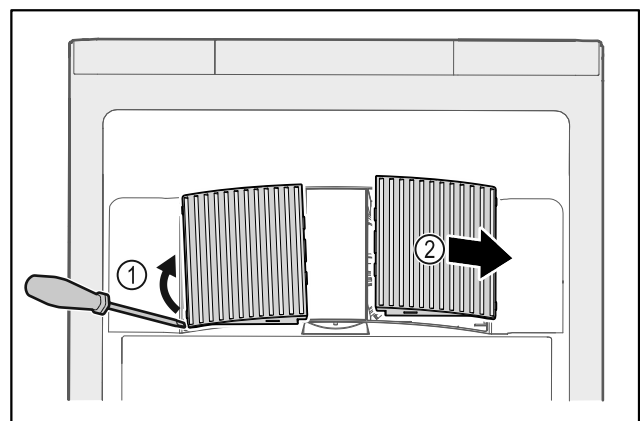

Fig. 171
- ▶ Ventilatorafdekkingen voorzichtig aan de zijkant eruit halen Fig. 171 (1) en naar de voorkant toe verwijderen Fig. 171 (2).